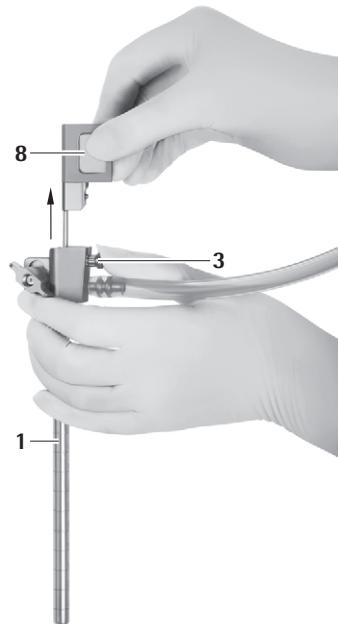

Fig. 10
- ▶ Tryck på upplåsningsknappen **3** och dra försiktigt ut obturatorn för optikkanalen **8** ur MINOP InVent-troakaren **1**, se Fig. 10.